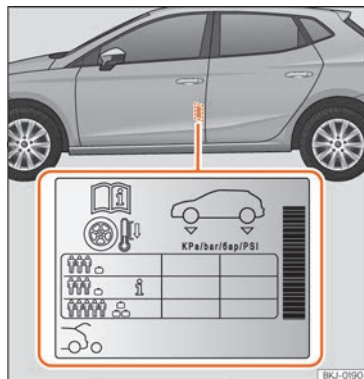

Fig. 276 Ubicación del adhesivo de la presión de inflado de los neumáticos.
- Adapte la presión de los neumáticos a la carga que lleva el vehículo »» fig. 276.
Los valores de la presión de inflado se indican en la etiqueta adhesiva situada en la zona posterior del marco de la puerta delantera izquierda »» fig. 276.
En función del vehículo, se puede adaptar la presión de inflado de los neumáticos a media carga para aumentar el confort de marcha (presión de inflado **i** »» fig. 276). Cuando se circula con la presión de inflado de confort, puede incrementarse ligeramente el consumo de combustible.
hículo va a ir cargado al máximo, debe aumentar la presión de inflado al valor máximo de carga indicado en la etiqueta adhesiva »» fig. 276.
En el caso de una rueda de emergencia mini-mizada (125/70 R16 o 125/70 R18), inflar a 4,2 bar de presión según se indica en la etiqueta de presión de los neumáticos »» fig. 276.
- El conductor es responsable de que todos los neumáticos del vehículo estén inflados a la presión correcta. La presión de inflado recomendada viene indicada en un adhesivo »» fig. 276.
- Con los neumáticos en frío, deberá mantenerse siempre la presión indicada en el adhesivo »» fig. 276.